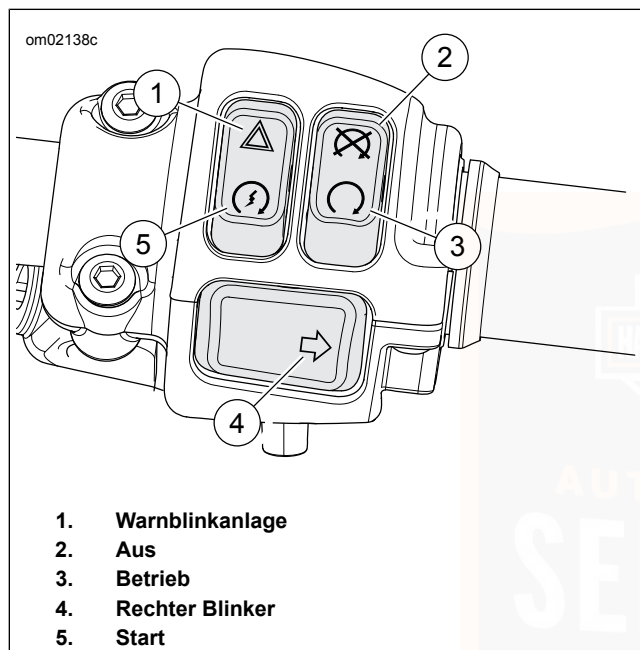

Abbildung 6. Rechte Regelungsschalter
Siehe Abbildung 6. Der Warnblinkerschalter (1) dient zur dauerhaften Aktivierung des Vierfach-Warnblinkers bei einem liegengebliebenen Motorrad. Mithilfe der Warn blinker kann das Motorrad mit verriegelter Zündung zurückgelassen werden, bis Hilfe geholt wird. Siehe Tabelle 21.
Siehe Abbildung 6. Der Anlasserschalter (5) befindet sich am rechten Lenker-Steuermodul. Siehe Tabelle 21.
1. Den Motorbetriebsschalter EINSCHALTEN (3). Das Getriebe in den Leerlauf schalten. Die (grüne) Leerlauf-Kontrollleuchte leuchtet auf. Siehe Anlassen des Motors (Seite 109).
2. Die Zündung einschalten. Den Anlasser durch Drücken des Anlasserschalters (5) betätigen.
Siehe Abbildung 6. Den Motorbetriebsschalter (2) drücken, um den Motor abzustellen. Siehe Tabelle 21.
Siehe Abbildung 6. Den Motorbetriebsschalter (3) in BETRIEB-Stellung drücken, damit der Motor angelassen und betrieben werden kann. Der Motorbetriebsschalter muss sich in der BETRIEB-Stellung befinden, damit der Motor angelassen und betrieben werden kann. Siehe Tabelle 21.
Aktivieren: Siehe Abbildung 6. Den rechten Blinkerschalter (4) zur Aktivierung des rechten Blinkers betätigen. Siehe Tabelle 21.